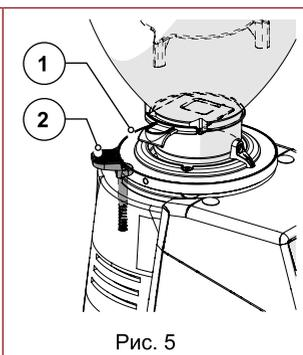

Рис. 5
• Рычаг блокировки предохранительной круглой гайки (Рис. 5)